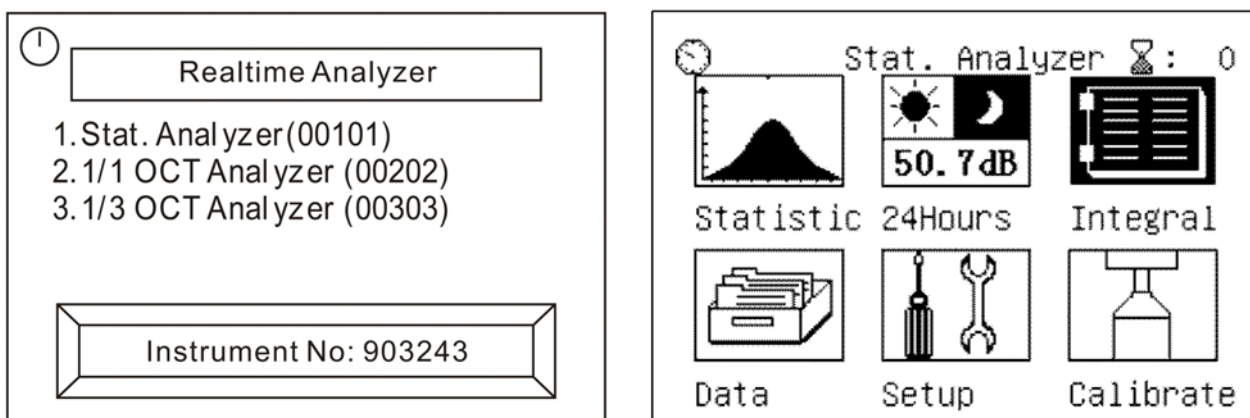

Fig. 10: Videate iniziali analisi statistica
1. Accendere lo strumento premendo il tasto "⏻". La videata di selezione del tipo di analisi è mostrata a display per circa 5s (vedere Fig. 10)